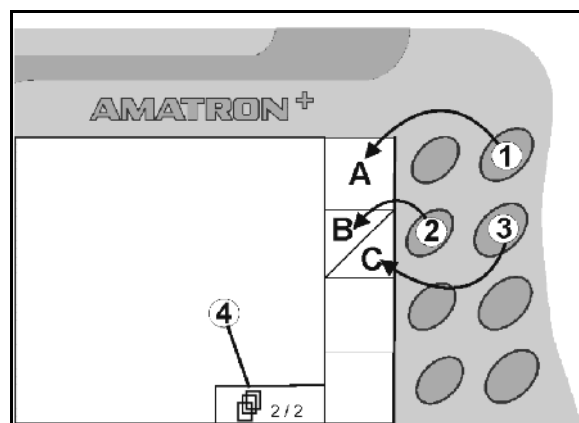

Bild 7
- Om bara kvadratiske rutor visas på skärmen är enbart den högra knappen (Bild 7/1) kopplad till funktionsrutan (Bild 7/A).
- är den vänstra knappen (Bild 7/2) kopplad till funktionsrutan uppe till vänster (Bild 7/B).
- är den högra knappen (Bild 7/3) kopplad till funktionsrutan nere till höger (Bild 7/C).
• Bläddra i ytterligare menyer (bara möjligt om symbolen (Bild 7/4) visas på displayen)• • Inlärningsmenyn för joystick